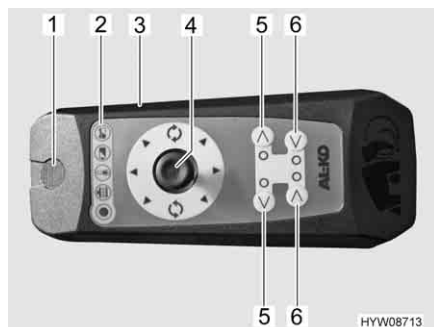

Fig. 9 Telecomando
Il veicolo viene comandato tramite un joystick situato sul telecomando (Fig. 9). La seguente tabella descrive la funzione dei singoli elementi di comando/indicazione del telecomando:
- Spostare l'interruttore (Fig. 9,3) del telecomando su "ON". Il LED che indica lo stato di funzionamento (Fig. 9,2) lampeggia.
- Premere e tenere premuti entrambi i tasti di avvicinamento dei rulli di trasmissione alle ruote (Fig. 9,6).
- Tenere ancora premuti i tasti (Fig. 9,6) e posizionare la zona per lo sblocco di sicurezza (Fig. 9,1), collocata nella parte posteriore del telecomando, sull'interruttore di sblocco per 10 secondi. Il LED che indica lo stato di funzionamento (Fig. 9,2) rimane acceso.
- Quando i LED di avvicinamento dei rulli di trasmissione alle ruote (Fig. 9,6) lampeggiano: Rilasciare i tasti di avvicinamento dei rulli di trasmissione alle ruote (Fig. 9,6). Quando il sistema è pronto all'uso, i LED (Fig. 9,6) rimangono illuminati.
- Spostare il veicolo nella posizione desiderata con il joystick (Fig. 9,4). Il veicolo viene movimentato e frenato senza problemi.
- Sui due lati, ruotare i rulli di trasmissione retraendoli dai pneumatici. A tale scopo, premere entrambi i tasti appositi (Fig. 9,5) fino a quando il LED che indica lo stato di funzionamento (Fig. 9,2) inizia a lampeggiare. Il sistema risulta correttamente spento.
- Spostare l'interruttore a scorrimento (Fig. 9,3) del telecomando su "OFF".